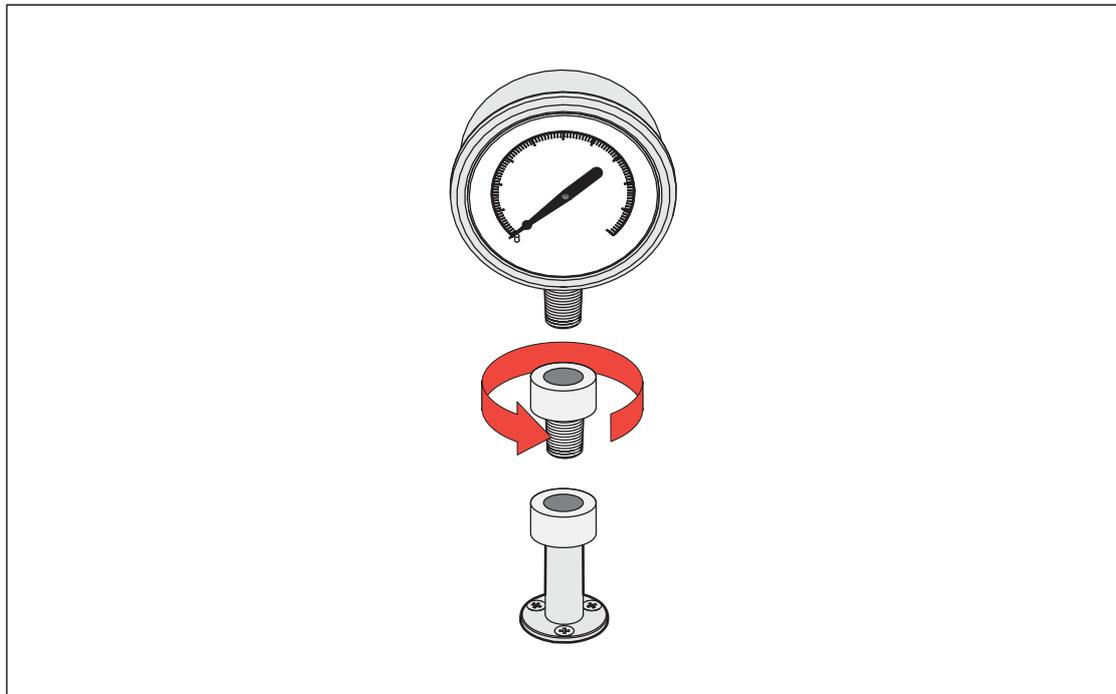

図 6. 圧力アダプタの接続
1. UUT と適切な圧力アダプタのネジをしっかりと固定します。図 6 を参照してください。